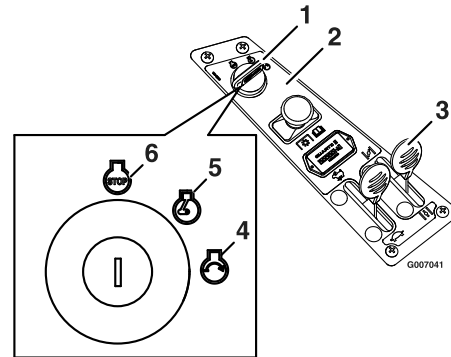

Figura 11
4. Gire la llave de contacto a Arranque para activar el motor de arranque. Cuando el motor arranque, suelte la llave (Figura 11).
5. Si el motor se cala o funciona de forma irregular, mueva la palanca del estérter hacia adelante un poco durante unos segundos (Figura 11).
1. Ponga el acelerador en un punto entre Rápido y velocidad media (Figura 11).
3. Gire la llave de contacto a Desconectado (Figura 11).